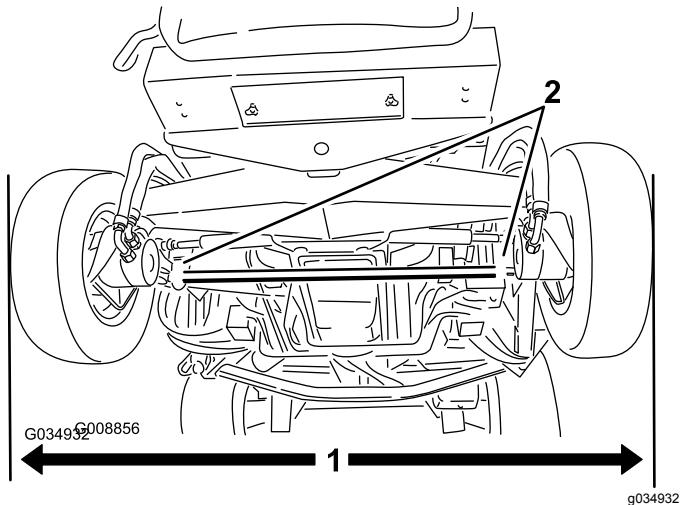

Bild 115
1. Wenn die Hinterreifen gerade stehen, messen Sie den Außenabstand (auf Achshöhe) vorne und hinten an den Hinterreifen (Bild 115).
2. Lockern Sie zum Einstellen der Vorspur die Klemmen an beiden Enden der Spurstangen (Bild 115).